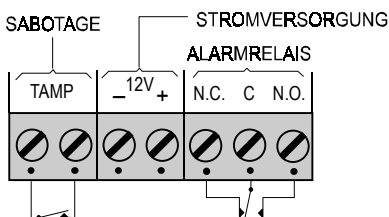

Abb. 2. WR-300 Anschlüsse
- F. Verbinden Sie die Drähte mit der Klemmleiste wie in Abb. 2, 4 oder 6 dargestellt.